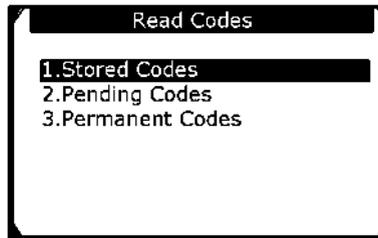

Рисунок 5-4
2) С помощью кнопки прокрутки вверх/вниз выберите пункт **Stored Codes [Сохраненные коды]**, **Pending Codes [Активные коды]** или **Permanent Codes [Постоянные коды]** в меню **Read Codes [Считывание кодов]**, а затем нажмите кнопку **OK**. См. рисунок 5-4.